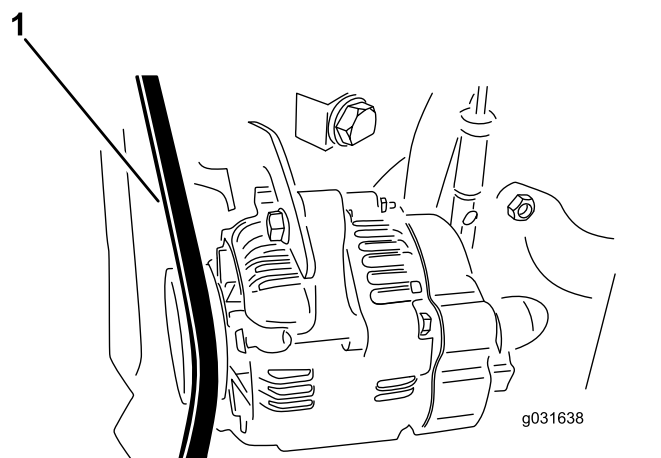

Figura 61
2. Applicare 30 N di forza sulla cinghia dell'alternatore in una posizione a metà tra le pulegge (Figura 61).